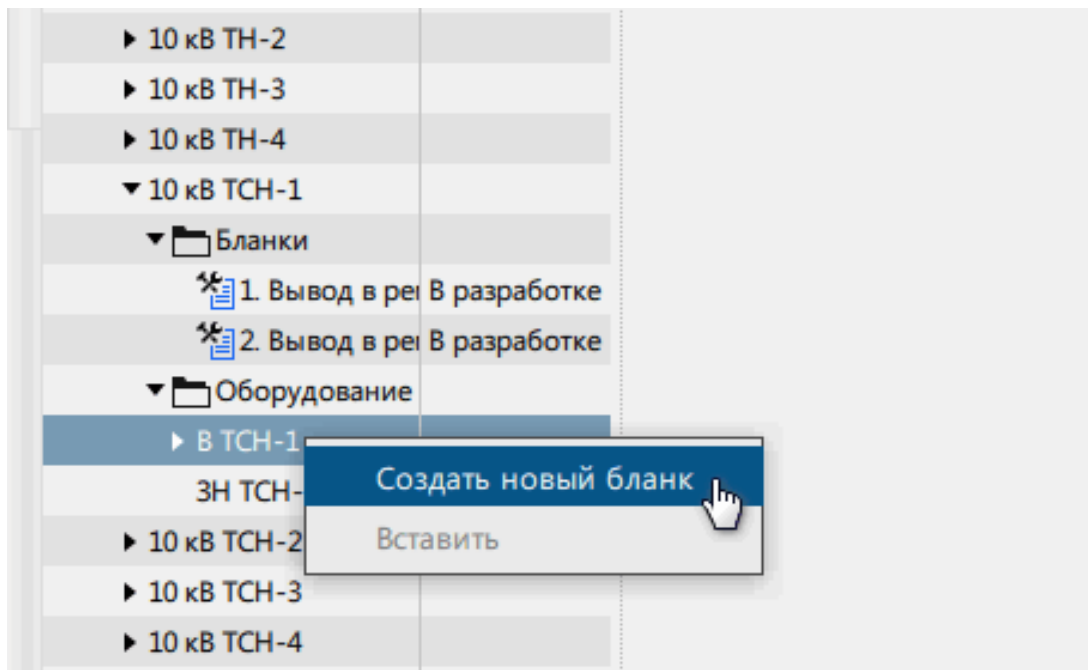

Рисунок 126 - Создание банка
3. Нажмите *ПКМ* по оборудованию и выберите команду **Создать новый бланк** (Рисунок 126). Появится бланк со статусом «В разработке».